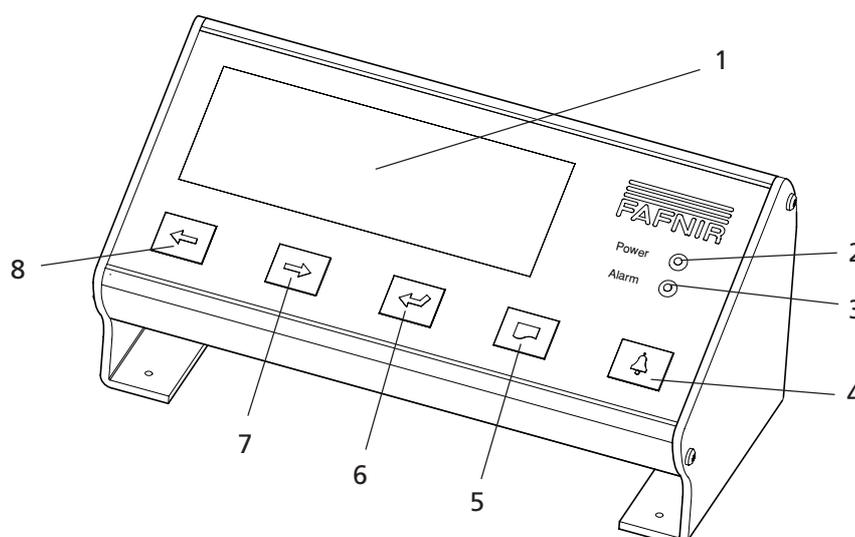

Fig. 1a : Structure de VISY-View, vue de la face frontale
La console dispose de cinq boutons de fonctions (4–8) pour feuilleter les différents points du menu et des sous-menu et pour afficher les données souhaitées (cf. figure 1a) :
La DEL verte (2) brille dès que l'appareil est branché au secteur et est mis en service à l'aide du commutateur ON-OFF (9) (cf. figures 1a et 1b).